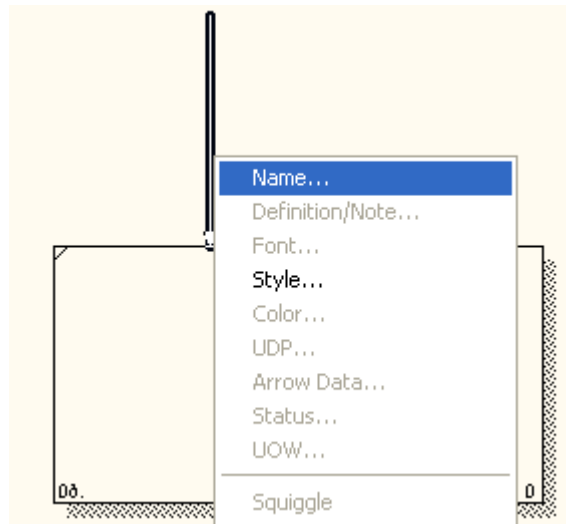

Рис. 1.12. Контекстно-зависимое меню
3. Выберите команду **Name** (рис. 1.12.).